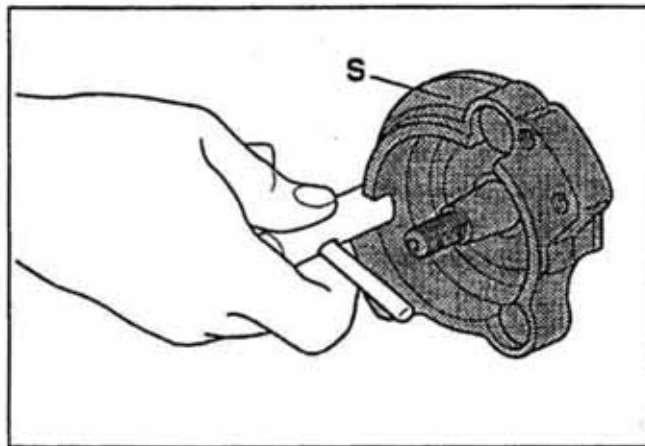

РИС. 46
- 3) Установите алюминиевую поддержку **S** (Рис.46) поставляемую вместе с тормозами, напротив корпуса коробки передач и закрепите ее на последней винтами в трех имеющихся для этой операции отверстиях в картере. Теперь четыре поддерживающих отверстия для тормозного устройства доступны, как показано на рисунке.